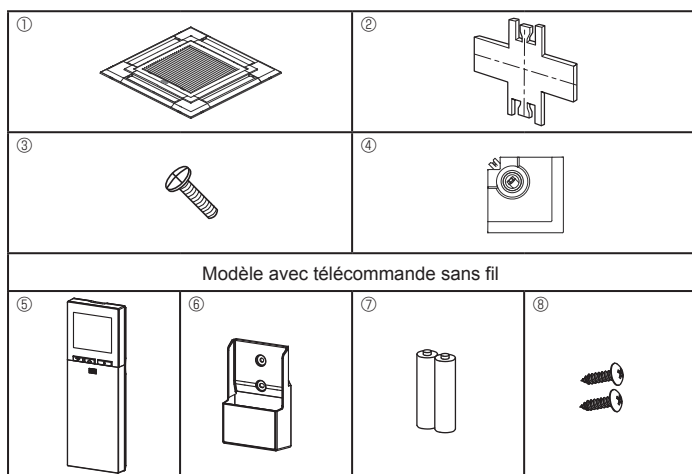

Fig. 7-1
7.1. Vérification du contenu (Fig. 7-1)